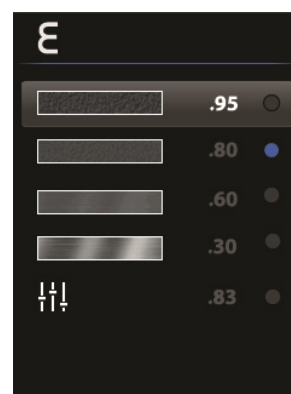

図 9-6 プリセット放射率の選択
3. プリセット放射率の選択：矢印ボタンを使用して図 9-6 に示すプリセット放射率因子（95, 80, 60, 30）の 1 つにスクロールし  を押して選択を確認します。メーターは[設定メニュー]に戻ります。